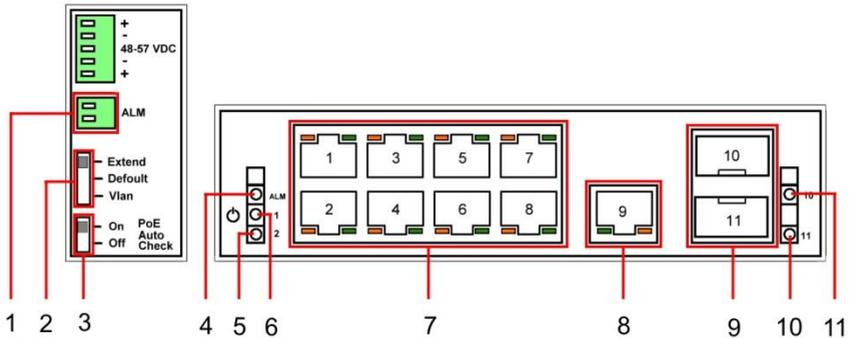

Рис. 3 Коммутатор SW-60812/WU, разъемы и индикаторы
| 1 | Extend Default VLAN (2) Рис.3 | Extend | Переключатель в положении Extend – включен режим увеличения расстояния передачи данных (до 250м). Скорость передачи ограничена 10 Мбит/с , обмен данными между портами коммутационной матрицы заблокирован. |
| 2 | PoE Auto-Check (3) Рис.3 | On | Включен режим антизависания подключенного оборудования. Коммутатор в автоматическом режиме перезапускает PoE-устройства, которые перестают отвечать на контрольные запросы. |
- Релейный выход (1) Рис.3 поддерживает управление исполнительными устройствами (сирена, светодиодное табло и т.д.) мощностью не более 24 Вт. Напряжение источника питания, подключенного к релейному выходу, не должно превышать 24 В постоянного тока. Ток, проходящий через реле, не должен превышать 1А.